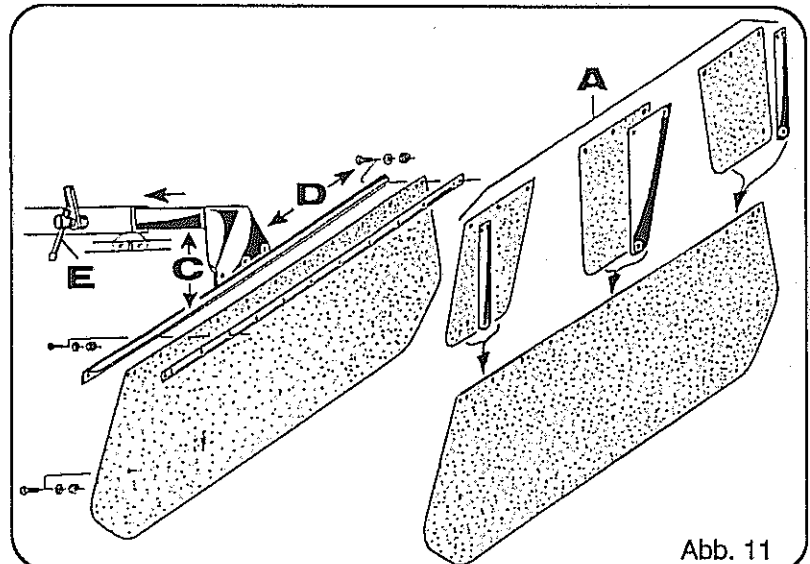

Abb. 11
- Das rechte Schwadtuch so montieren, wie Abb. 11 es zeigt.
- Stabilitätsstützen (Abb. 11, Pos. A) in das Schwadtuch stecken.
- Der rechte Schwadformer ist in der Höhe (Abb. 11, Pos. C) sowie nach vorn oder hinten (Pos. D) verstellbar.
- Durch Lösen der Knebelschraube (Abb. 11, Pos. E) und Verschieben des Schwadformers wird die gewünschte Schwadbreite erreicht. Anschließend Knebelschraube wieder fest anziehen und kontern.